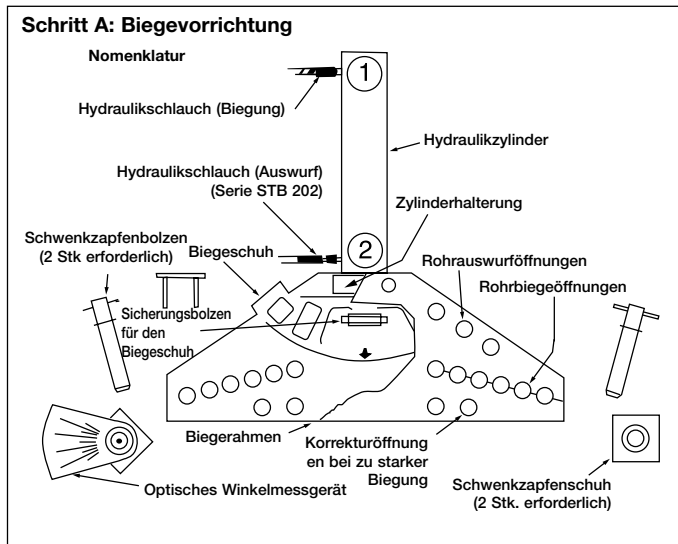

Abbildung 1, Biegevorbereitung
4.0 BIEGEVORRICHTUNG (SIEHE ABBILDUNG 1)